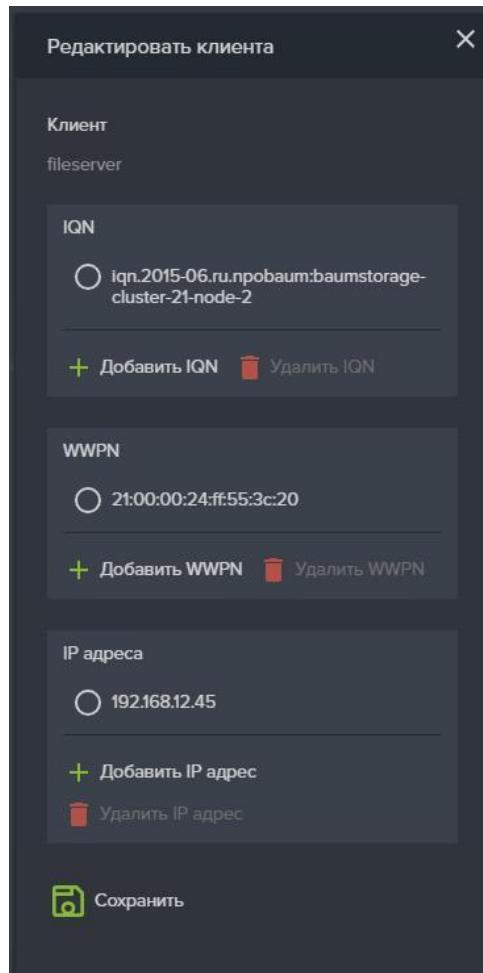

Рисунок 65 – Создание клиента
2. Нажмите на кнопку «Создать нового клиента», откроется окно создания нового клиента (см. Рисунок 65).